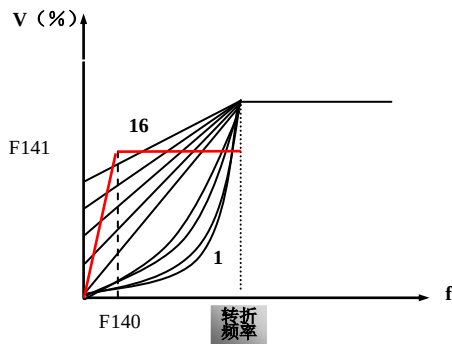

图 6-3 转矩提升示意图
- 如图 6-3 所示, 当 F137=0 时, VF 曲线补偿量=Max (F138, F141);